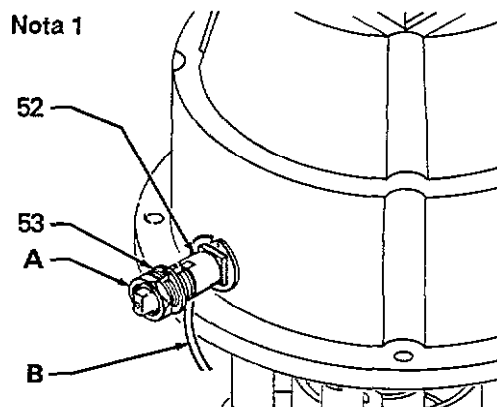

Fig. 1
NOTA : I numeri di riferimento all'interno del testo sono relativi alla Fig. 1 e ai Disegni dei componenti alle Pagg. 6, 8 e 10.
Il capocorda di messa a terra (52) e la relativa rondella (53) del Modello 210-107 si trovano sulla base del motore come illustrato in Fig. 1. Il capocorda di messa a terra (61) e la relativa rondella (62) del Modello 217-338 si trovano sulla piastrina di fissaggio. Fare riferimento al capitolo ACCESSORI a Pag. 9 per l'ordinazione del cavo di terra e del relativo morsetto.
Allentare il controdamo (A) del capocorda di messa a terra e della rondella. Inserire un'estremità del cavo di terra (12 GA minimo) (B) nella fessura del capocorda e serrare saldamente il controdamo. Ved. Fig. 1. Collegare l'altra estremità del cavo a una messa a terra effettiva in conformità alle normative locali.